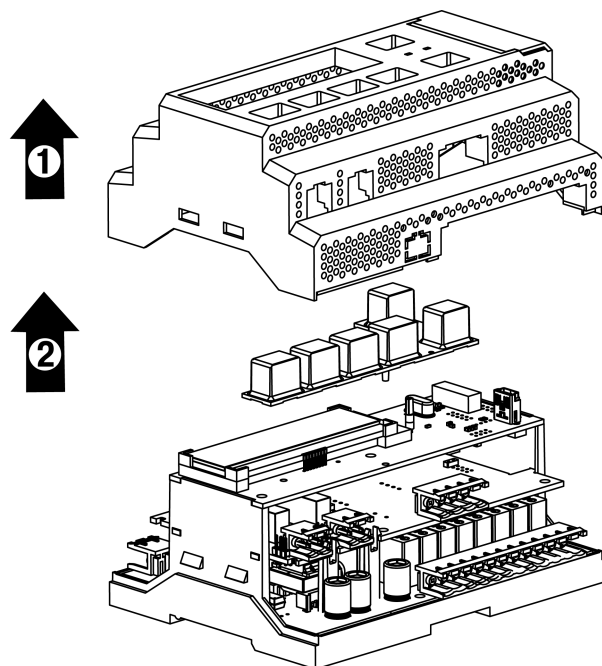

Рисунок 7.2 – Отделение верхней крышки и клавиатуры
4. Снять крышку (см. рисунок 7.2, стрелка 1). Убрать клавиатуру (стрелка 2).